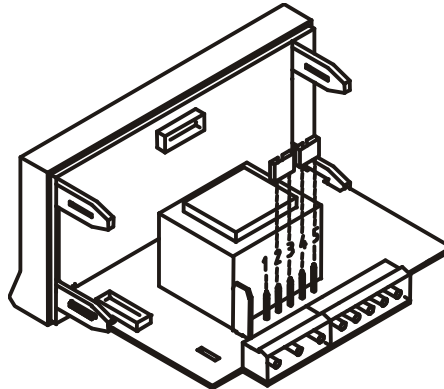

Abb. 9.2 Schalter für Versorgung 230 V oder 48 V AC
**115/ 230 V AC:** Die Geräte mit 230/115 V AC werden für den Anschluß an 230 V AC (siehe Abb.9.2) vorkonfiguriert. Um von 230 V AC auf 115 V AC umzustellen, müssen die Brücken laut Abb 9.3 und Tabelle 1 hergestellt werden. Der Aufkleber des Geräts muß an die Änderungen der Versorgung angepaßt werden.